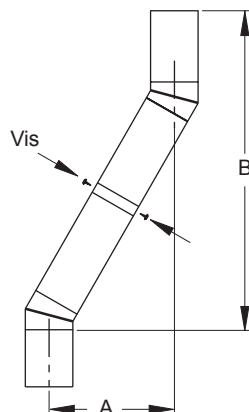

Figure 12 - Coude de décalage
Continuez à assembler les sections de cheminée comme mentionné en vous assurant que le conduit intérieur et le conduit extérieur sont verrouillés l'un à l'autre. Lors de l'installation d'une cheminée à double paroi encastrable, il est important de s'assurer que le joint entre chacune des sections est verrouillé. Après avoir verrouillé une section, tirez-la vers le haut pour vérifier. La cheminée ne se séparera pas si le joint est correctement verrouillé. Il n'est pas nécessaire d'ajouter de vis pour garder réunie la cheminée (exception : voir figure 12, page 10).
4. Tous les raccords de conduit entre le décalage et le retour doivent être fixés à l'aide de deux vis sur le conduit extérieur uniquement (voir figure 12, page 10). Ne percez pas le conduit intérieur en acier inoxydable.